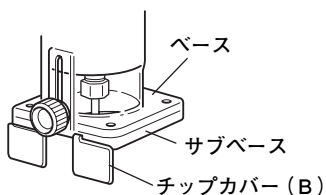

図 11
- (1) ベースとサブベースの間にチップカバー(B)をさし込みます。(図11)